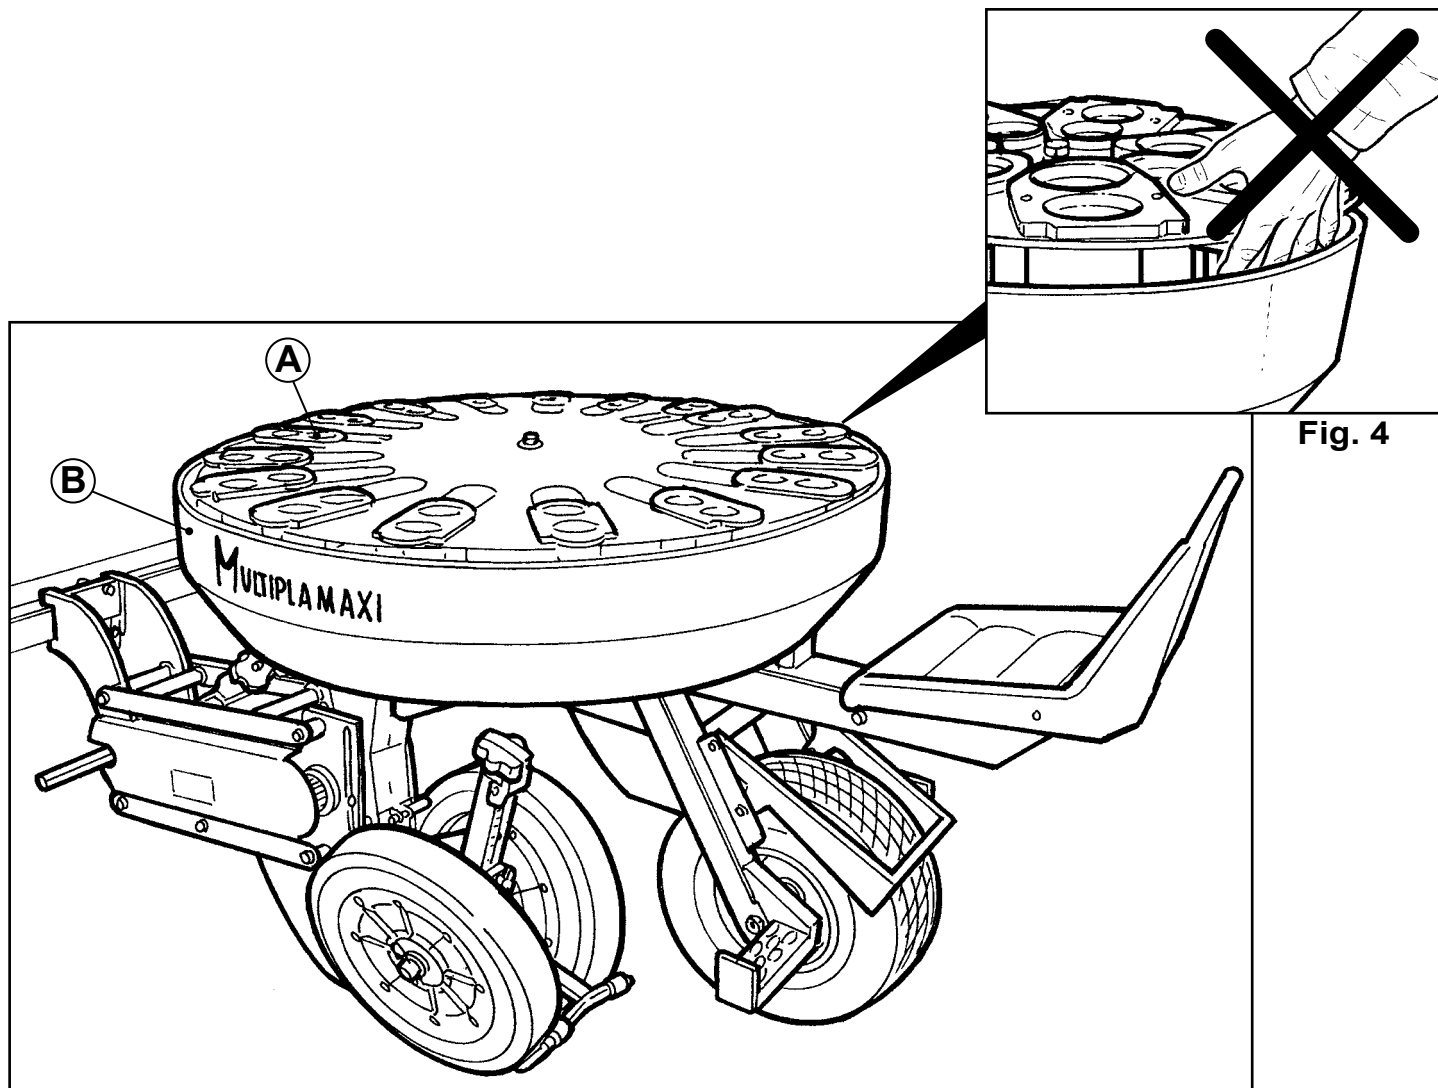

Fig. 4
ATTENZIONE! PERICOLO DI TRASCINAMENTO E SCHIACCIAMENTO! È assolutamente vietato introdurre le mani o inserire oggetti all'interno dei bicchieri (Fig. 4) per rimuovere eventuali inceppamenti, in quanto durante la movimentazione degli organi ci si esporrebbe ad un rischio di lesione per gli arti. È altresì importante stare attenti a non infilare le mani tra il gruppo distribuzione piantine (A) e il carter di protezione (B): **PERICOLO DI TRASCINAMENTO.**
ATTENTION! DANGER OF DRAGGING AND CRUSHING! It is strictly forbidden to insert the hands or items inside the plant cups (Fig. 4) to remove any jamming, since there is risk for the limbs because of moving parts. It is also important to pay attention to not insert hands between the seedling distribution unit (A) and protection guard (B): **DANGER OF DRAGGING.**
dets (Fig. 4) pour enlever d'éventuels obstacles,
(Fig. 4) para extraer eventuales atascos, ya que